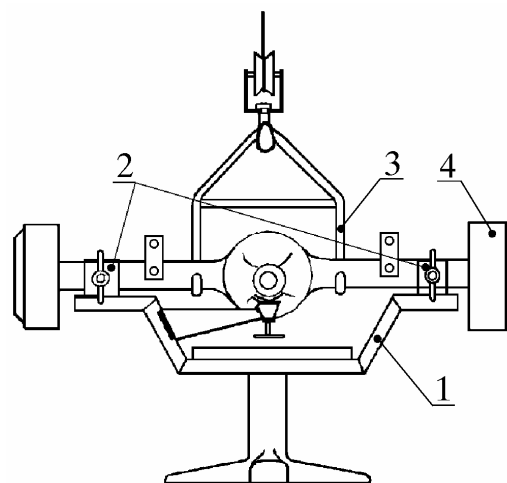

Рис. 1. Установка заднего моста на стенд:
3.1. Захват 24-Н-413.00.000 - для снятия и установки заднего моста на стенд, (рис. 1).
(рис. 1) с тормозами в сборе захватом 3, установить его на стенд 1 и закрепить прижимами 2 на стенде для проведения работ